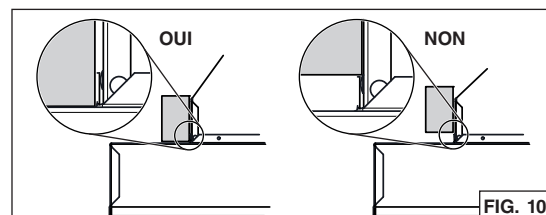

FIG. 10
**S'assurer que les blocs de bois reposent complètement sur le dessus du revêtement, non sur les rebords du revêtement (Fig. 10)**